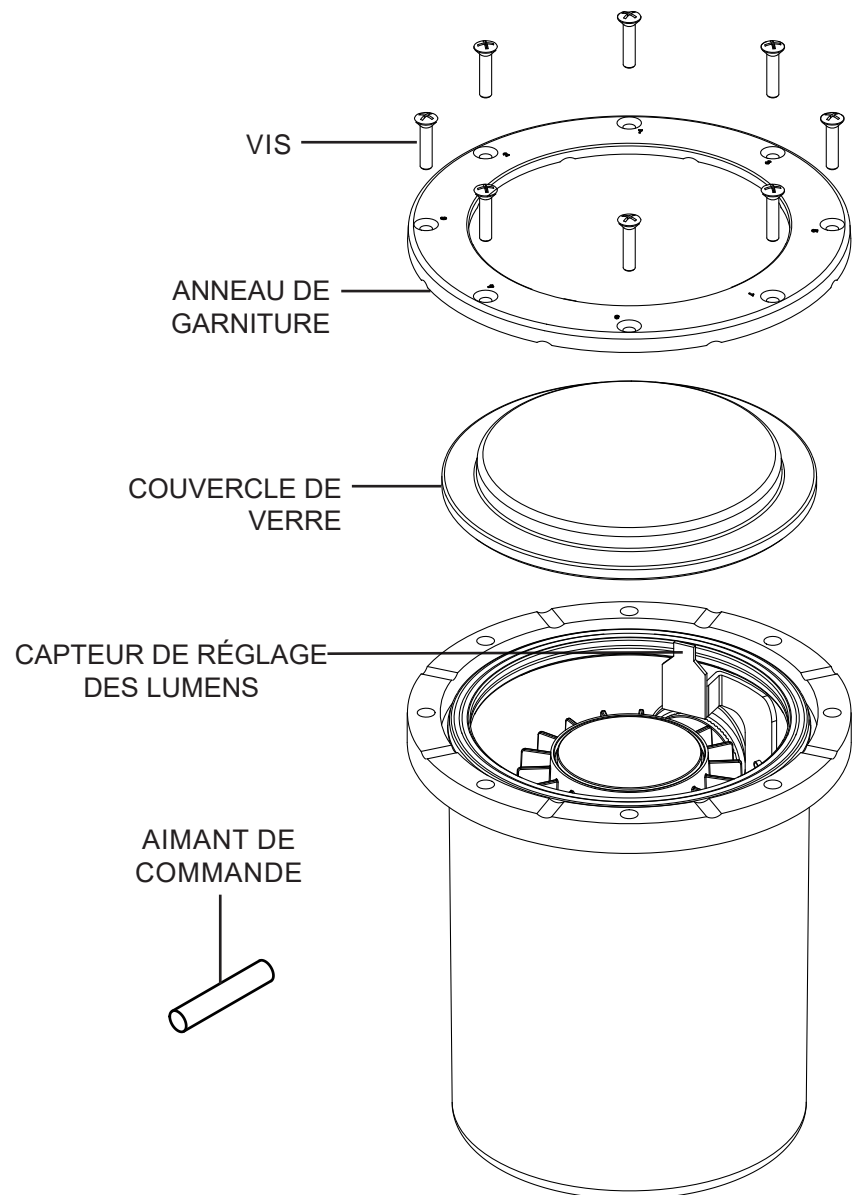

Figure 1
- Lorsque le faisceau est réglé à la position désirée, remettre en place le couvercle de verre et l'anneau de garniture en utilisant les 8 vis. Consulter la figure 1.